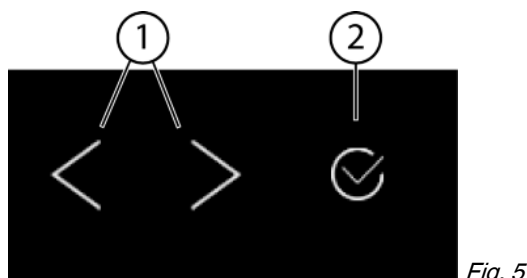
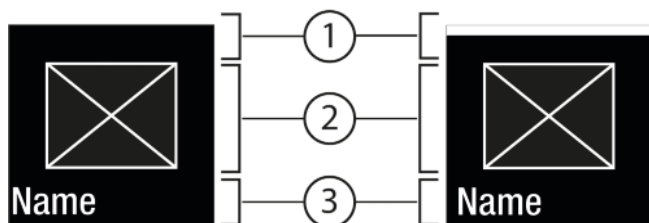
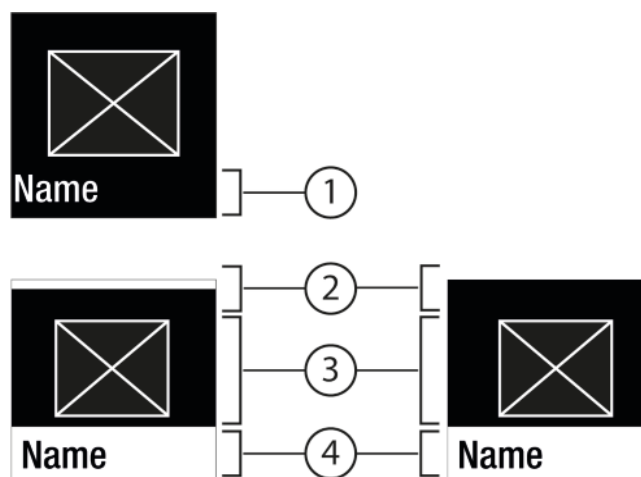

Fig. 5
Fig. 6
Fig. 7
(1) Navigační šipka doleva / (2) Potvrzení doprava
Navigační šipka doleva / doprava Fig. 5 (1):
Potvrzení Fig. 5 (2):
- Navigujte navigační šipkou doleva / doprava Fig. 5 (1).
- Pomocí Potvrzení Fig. 5 (2) funkci / nastavení aktivujte Fig. 6 (1) / deaktivujte Fig. 6 (1).
- Pomocí Potvrzení Fig. 5 (2) vyvolejte podmenu Fig. 7 (4).
- Nastavení nové hodnoty: Vyberte pomocí Potvrzení Fig. 5 (2) deaktivovanou hodnotu Fig. 6 (1).
- Zpět do menu: Vyberte pomocí Potvrzení Fig. 5 (2) již aktivovanou hodnotu Fig. 6 (2).
- ▶ Tiskněte navigační šipky *Fig. 5 (1)*, dokud se nezobrazí .
- ▶ Stiskněte Potvrzení *Fig. 5 (2)*.
- ▶ Tiskněte navigační šipky *Fig. 5 (1)*, dokud se nezobrazí funkce.
- ▶ Zvolte navigačními šipkami *Fig. 5 (1)* hodnotu nastavení.
- ▷ Stav: aktivováno *Fig. 6 (1)* se krátce zobrazí v podmenu *Fig. 7 (4)*.
- ▶ Tiskněte navigační šipky *Fig. 5 (1)*, dokud se nezobrazí nastavení .
- ▶ Tiskněte navigační šipky *Fig. 5 (1)*, dokud se nezobrazí požadované nastavení.